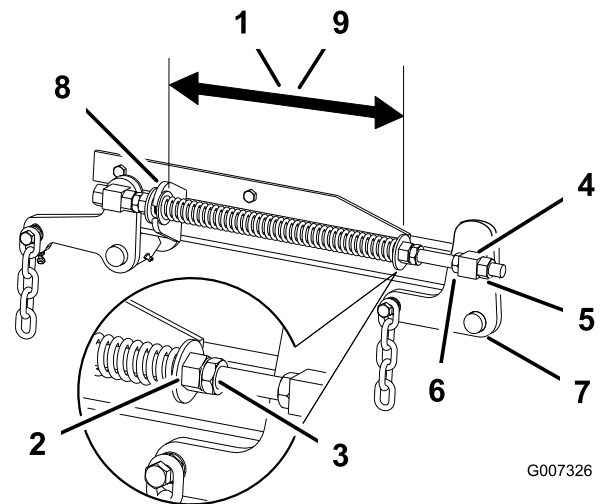

Figure 64
coupe de 52 pouces, et de 26,7 cm (10-1/2 pouces) pour les plateaux de coupe de 60 pouces (Figure 64).
3. Réglez cette distance en desserrant l'écrou de blocage du ressort et en tournant l'écrou devant chaque ressort (Figure 64). Tournez l'écrou dans le sens horaire pour raccourcir le ressort, et dans le sens inverse pour l'allonger.
4. Bloquez l'écrou en position en serrant l'écrou de blocage du ressort (Figure 64).